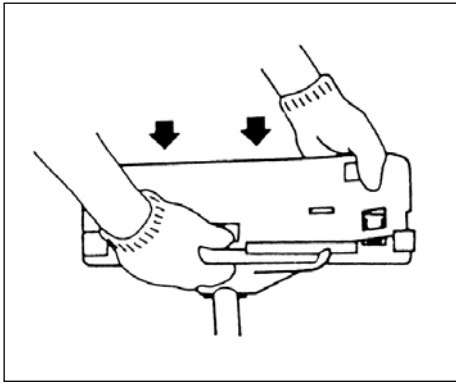

Fig. 1-9
Hvis det brukes et trimmerhode (2) med en todelt type bladbeskyttelse, festes beskyttelsesutvidelsen til bladbeskyttelsen. (Fig. 1-9)